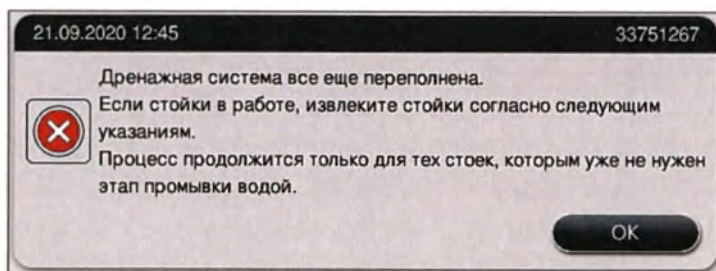

Рис. 125
3. Если несмотря на все попытки очистки устранить засорение не удаётся, промывочные станции деактивируются из-за сохраняющегося критического уровня воды. Соответствующие промывочные станции отображаются на экране как неисправные. Для отмены одной или нескольких программ нажмите (→ "Рис. 123-2") или (→ "Рис. 124-2") для запуска управляемого процесса отмены. Программы, не содержащие этап промывочной воды, продолжают до завершения процесса окрашивания. Все стойки, требующие реализации по меньшей мере одного этапа промывочной воды, должны быть отменены и извлечены из прибора. Подтвердите следующее сообщение (→ "Рис. 125") нажатием **ОК**.